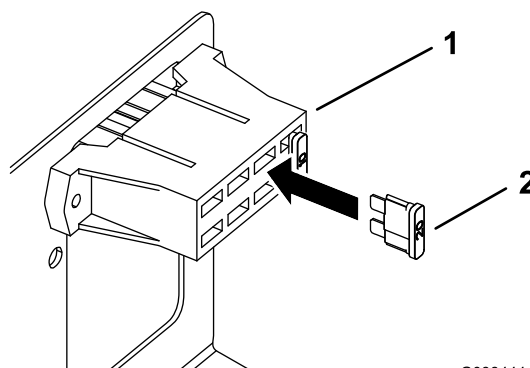

Figure 14
4. Insérez le fusible dans un emplacement libre du porte-fusibles (Figure 14).